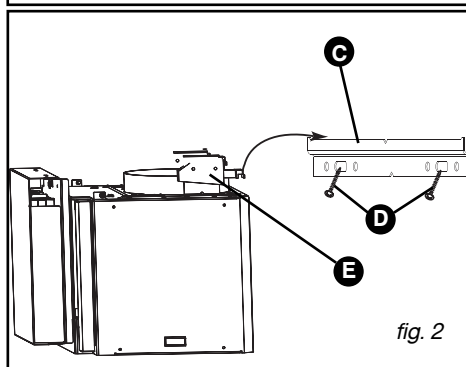

fig. 2
– Vissez la barrette de fixation au mur (C/fig. 2) au mur avec les 2 vis (D/fig.2).
– Accrochez la hotte aspirante par ses suspensions (E/fig. 2).
– Réglez la hauteur et le niveau en manoeuvrant les vis de réglage (E /fig. 2) des supports (la vis du haut pour l'horizontalité, la vis du bas pour le placage au mur).
– Montez le clapet anti-retour sur la sortie du moteur (fig. 2). Ce clapet anti-retour permet d'obstruer l'entrée d'air venant de l'extérieur.